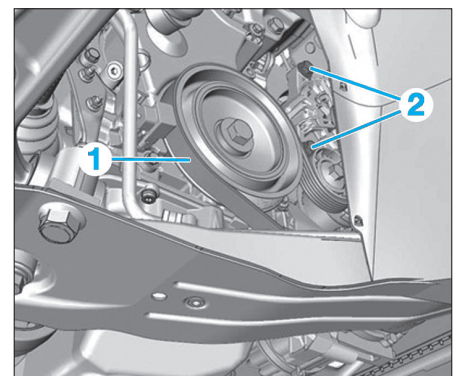

Fig. 4
- Procéder à la dépose de la courroie d'accessoires (1) (Fig.4) (voir chapitre "Moteur" concerné).
- Déposer les vis (2).